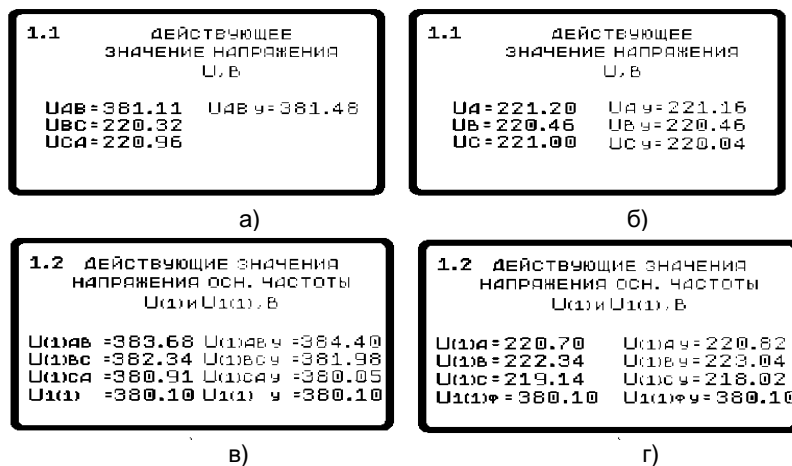

Рисунок 12
Для просмотра действующих значений напряжения с учетом высших гармоник следует войти в пункт «Действ. значения напряж. меню 1» Появится меню 1.1 (рисунок 12а или 12б), где значения приведены для трех фазных или междуфазных напряжений в зависимости от типа подключения:
- при подключении «треугольник» (рисунок 12а) – напряжение U_{AB} (между фазами А и В), U_{BC} (между фазами В и С), U_{CA} (между фазами С и А);
- при подключении «звезда» (рисунок 12б) – напряжение U_A (фазы А), U_B (фазы В), U_C (фазы С).
— при подключении «треугольник» (рисунок 12в) – напряжение $U_{(1)AB}$ (между фазами А и В), $U_{(1)BC}$ (между фазами В и С), $U_{(1)CA}$ (между фазами С и А);
— при подключении «звезда» (рисунок 12г) – напряжение $U_{(1)A}$ (фазы А), $U_{(1)B}$ (фазы В), $U_{(1)C}$ (фазы С).